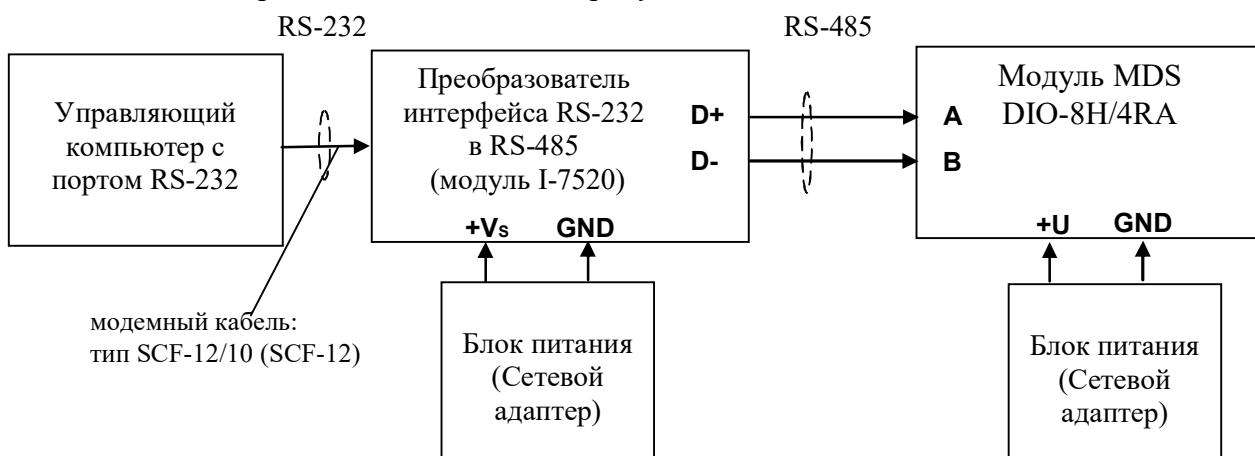

Рисунок 6.1 – Схема подключения модуля для режима работы
- подготовить рабочее место по схеме рисунок 6.1